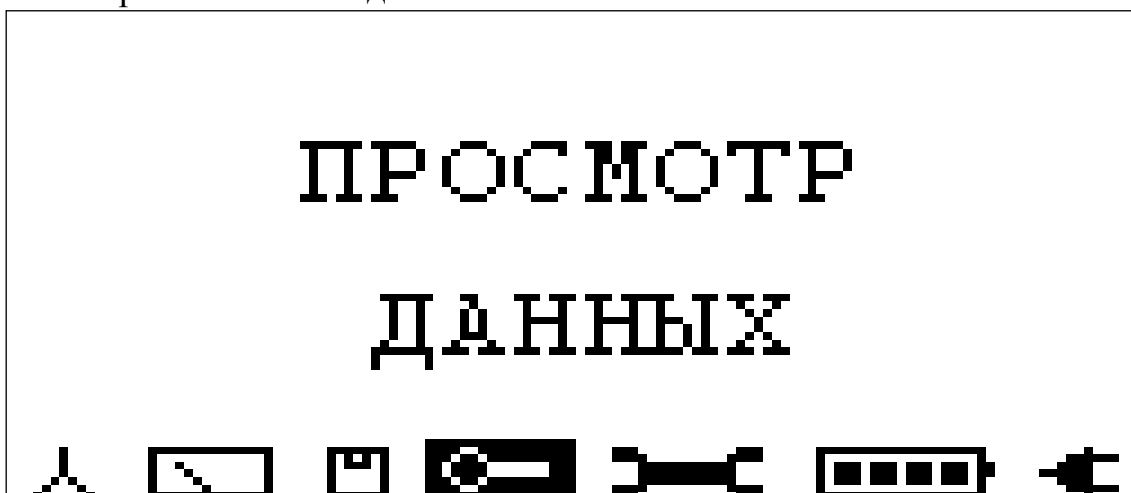

Рис. 14 Видеограмма просмотра данных
4) Для просмотра данных нажатием клавиши "РЕЖИМ" выберите режим «ПРОСМОТР ДАННЫХ» (см. рис.14).